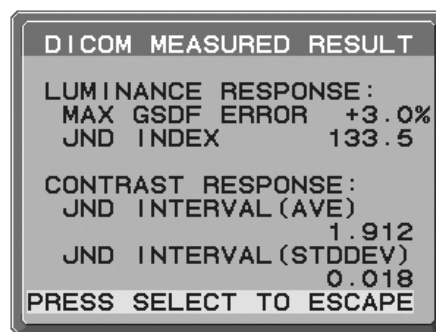

Figure 18
5. Après que le message DICOM MEASURE RESULT (RÉSULTAT MESURÉ DICOM) s'affiche (**Figure 18**), appuyez sur SELECT. Pour sortir du mode calibration, appuyez sur « EXIT ».